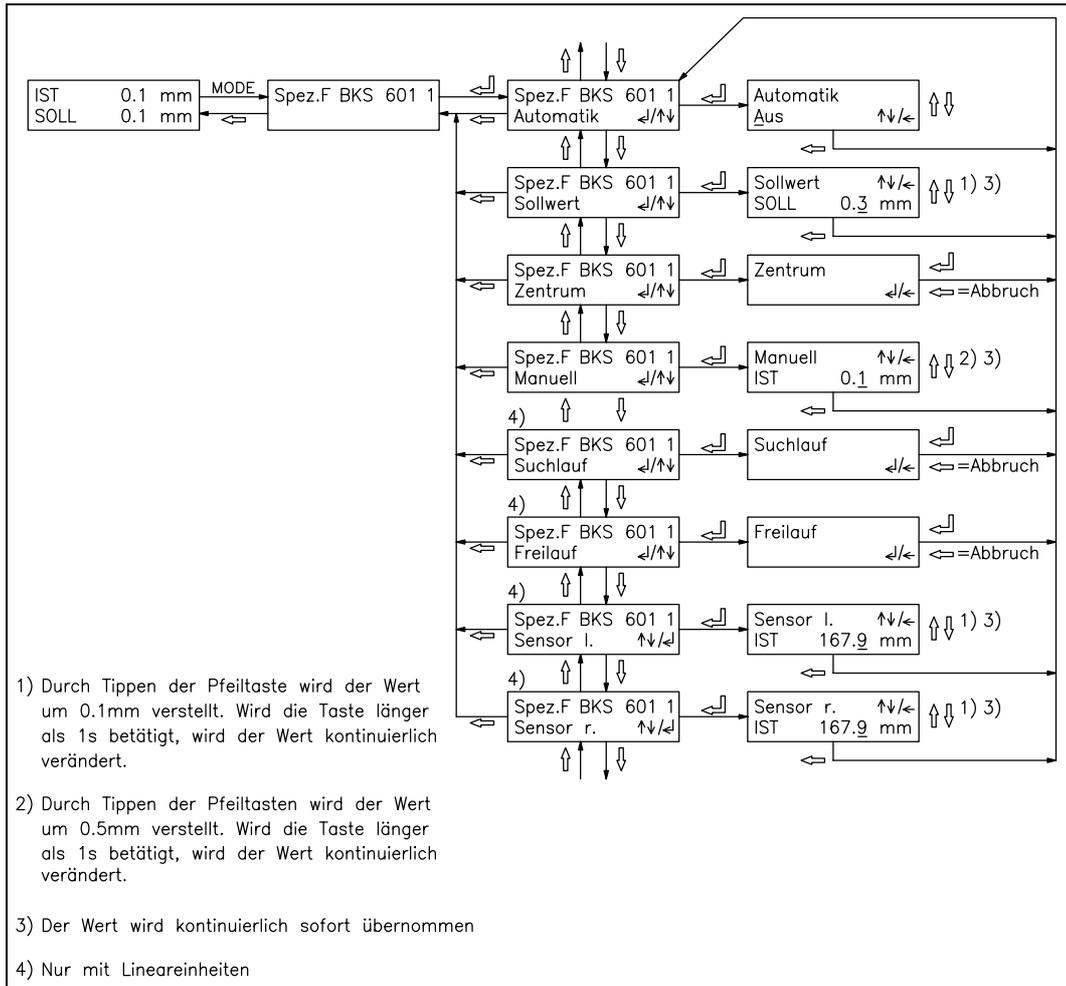
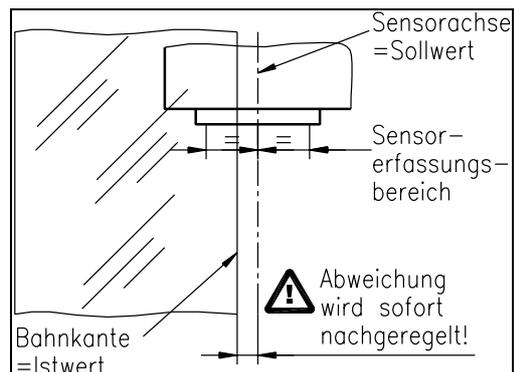
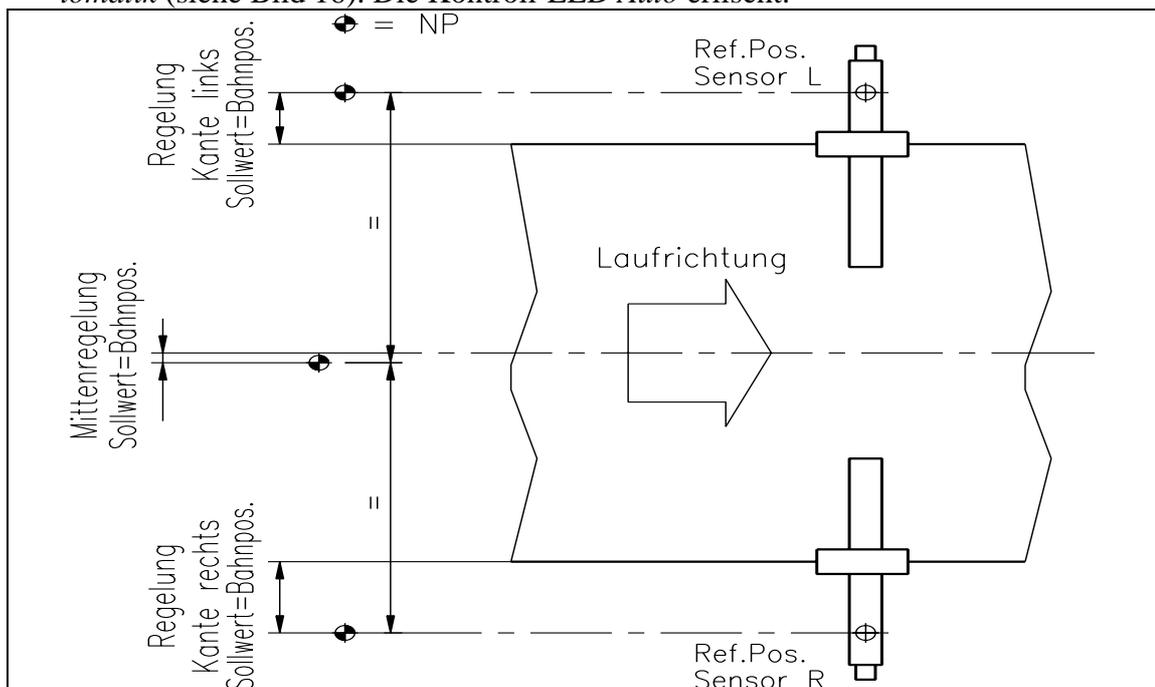
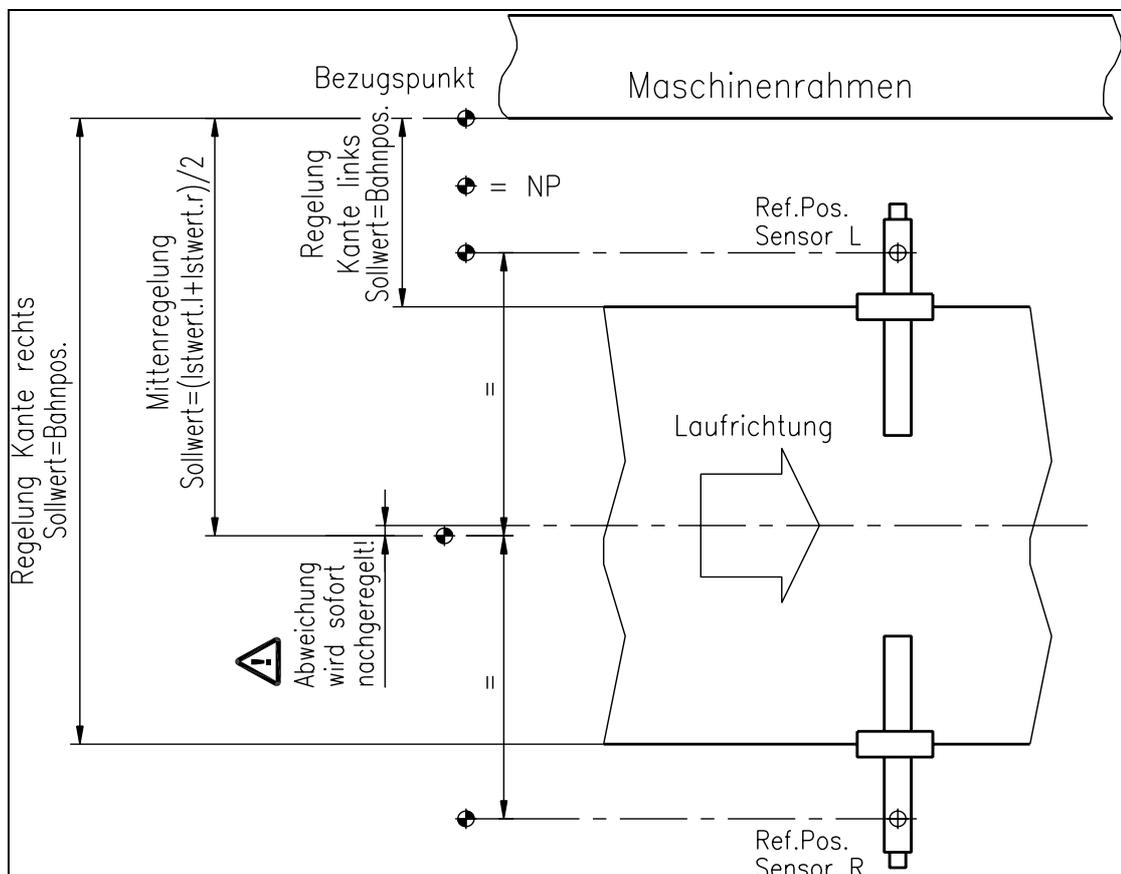

Bild 16: Hauptbedienebene BKS601C
Bild 18: Sollwertbildung bei Start des Automatik-Betriebs K100005d
Bild 19: Sollwert-Berechnung bei Verwendung von Lineareinheiten (ohne Bezugspunkt am Maschinenrahmen)
Bild 20: Sollwert-Berechnung bei Verwendung von Lineareinheiten (mit Bezugspunkt am Maschinenrahmen)
Mit den Sonderfunktionen (siehe Bild 16) stehen für den manuellen Betrieb folgende Möglichkeiten zur Verfügung:
- Reglerfreigabe mit Sonderfunktion *Automatik* (Bild 16) oder über digitalen Eingang. Die Kontroll-LED *Auto* leuchtet. Als Positions-Sollwert wird die Mitte des Sensor-Erfassungsbereichs übernommen, bei Mittenregelung die Mitte zwischen den Sensorachsen (Bild 18). Der Regler beginnt, die Materialbahn auf den Sollwert zu führen bzw. zu halten.
- Der Positions-Sollwert kann nun mit der Spezialfunktion *Sollwert* (Bild 16) oder über digitale Eingänge während des Betriebs verstellt werden (Schrittweite 0.1mm). Mit Taste \uparrow bewegt sich die Bahn aus dem Sensor heraus; mit Taste \downarrow bewegt sie sich hinein. Bei Mittenregelung bezieht sich dies auf den rechten Sensor.
- Beenden des Automatik-Betriebs durch erneutes Aufrufen der Sonderfunktion *Automatik* (Bild 16). Die Kontroll-LED *Auto* erlischt.
- Wird die Kante / Linie nicht detektiert, so kann ein Suchlauf durchgeführt werden durch Aufruf der Sonderfunktion *Suchlauf* (siehe Bild 16) oder über digitalen Eingang. Die Lineareinheiten suchen dann die Kante.
- Reglerfreigabe mit Sonderfunktion *Automatik* (siehe Bild 16) oder über digitalen Eingang. Die Kontroll-LED *Auto* leuchtet. Als Positions-Sollwert wird die gegenwärtige Bahnposition übernommen (Bild 19). Der Regler beginnt, die Materialbahn auf dem Sollwert zu halten.
- Der Positions-Sollwert kann nun mit der Spezialfunktion *Sollwert* (Bild 16) oder über digitale Eingänge während des Betriebs verstellt werden. Die Sensoren werden der Materialkante automatisch nachgeführt.
- Beenden des Automatik-Betriebs durch erneutes Aufrufen der Sonderfunktion *Automatik* (siehe Bild 16). Die Kontroll-LED *Auto* erlischt.
- Reglerfreigabe mit Sonderfunktion *Automatik* (siehe Bild 16) oder über digitalen Eingang. Die Kontroll-LED *Auto* leuchtet. Als Positions-Sollwert wird die gegenwärtige Istposition übernommen, bei Mittenregelung die Mitte zwischen den Referenzpunkten der Lineareinheiten (Bild 20). Der Regler beginnt, die Materialbahn auf den Sollwert zu führen bzw. zu halten.
- Sonderfunktion *Freilauf* (Bild 16) ausführen, damit die Sensoren auf den Referenzpunkt der Lineareinheiten fahren.